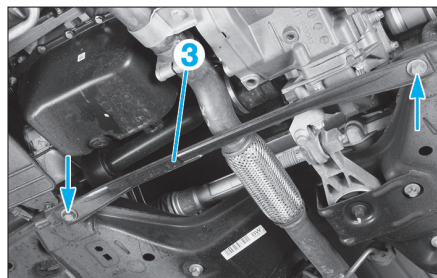

Fig. 53
- Déposer la traverse (3) (Fig.53).